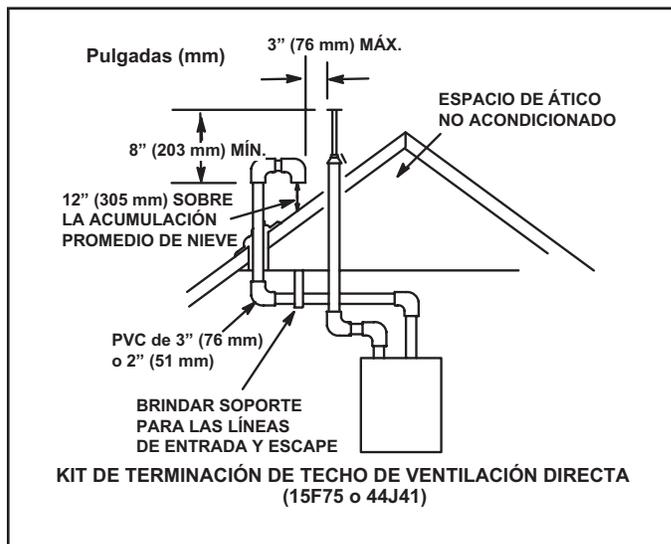

FIGURA 30
Las tuberías de entrada y de escape se pueden tender ya sea horizontalmente a través de una pared exterior o verticalmente a través del techo. En instalaciones en un ático o clóset, se prefiere la terminación vertical a través del techo. La FIGURA 30 a la FIGURA 37 muestran terminaciones típicas.
- 3 - En las terminaciones de techo, la tubería de entrada debe terminar recta hacia abajo usando dos codos de 90° (FIGURA 30).